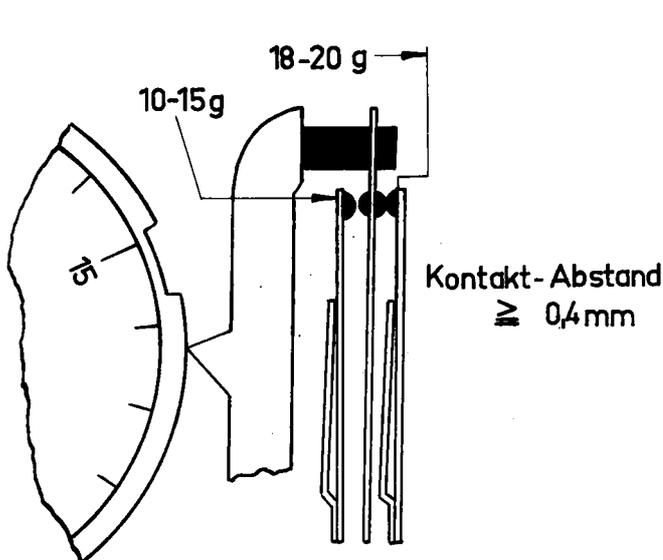

Abb. 5
10. Die Kontaktfedersätze wie in Abb. 5 und 6 Bl. 1^I angegeben justieren.